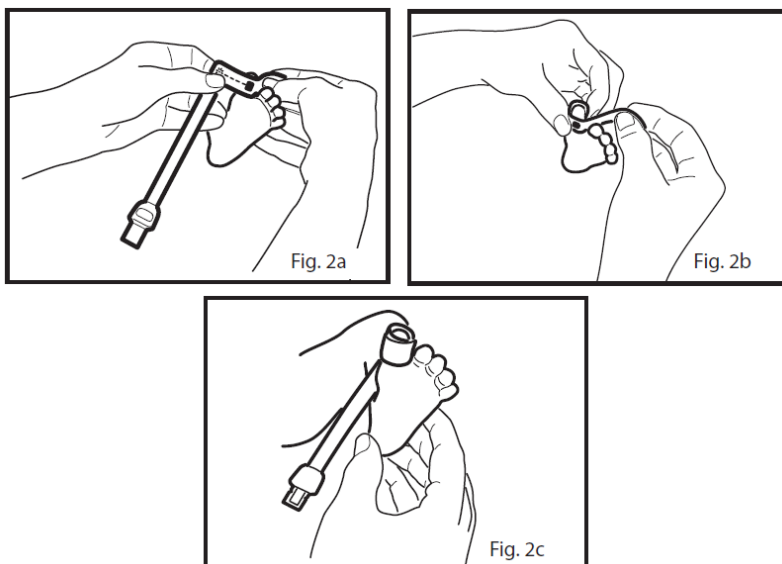

Fig. 21 Application du capteur RD SET pour les nourrissons de 3 à 20 kg
- 2 Voir la fig. 2a dans Fig. 21 : Dirigez le câble du capteur de manière à ce qu'il longe le dessus du pied. Positionnez le détecteur sur la partie charnue du gros orteil. Il est également possible d'utiliser l'orteil le plus proche du gros orteil ou le pouce (non illustré).
- 3 Voir fig. 2b dans Fig. 21 : Enroulez l'adhésif autour de l'orteil de façon à ce que l'émetteur soit positionné sur le lit de l'ongle du gros orteil. Une couverture complète de la fenêtre du détecteur est nécessaire pour garantir la précision des données.
- 4 Voir fig. 2c dans Fig. 21 : Veillez à ce que la fenêtre de l'émetteur (étoile rouge) soit alignée sur la partie supérieure de l'orteil, directement en face du détecteur. Vérifiez le positionnement correct et le repositionnez si nécessaire.